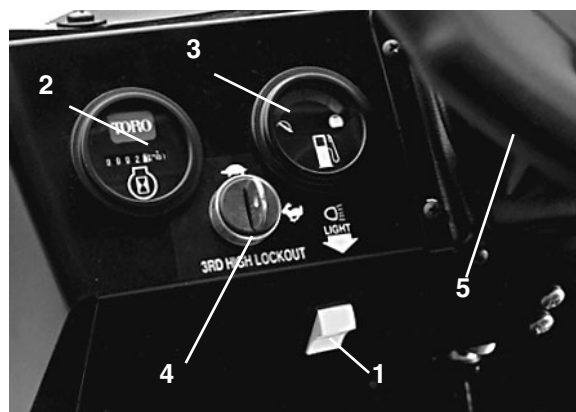

Figure 24
Compteur horaire (Fig. 24) – Indique le nombre total d'heures de fonctionnement de la machine. Il se déclenche chaque fois que la clé de contact est tournée à la position contact établi (ON).
Commutateur d'éclairage (Fig. 24) – Basculez le commutateur pour activer les phares. Appuyez dessus pour les allumer.
Commutateur de neutralisation de la 3ème en gamme haute (Fig. 24) – Déplacez le commutateur à la position lente et retirez la clé pour bloquer l'utilisation de la troisième dans la gamme haute. Le moteur est coupé si la troisième est sélectionnée lorsque la gamme haute est sélectionnée. La clé est insérée dents vers le bas. Poussez sur la clé pour la tourner. Vous pouvez retirer la clé dans n'importe quelle position.
Jauge de carburant (Fig. 24) – Indique la quantité de carburant dans le réservoir. Ne fonctionne que lorsque le commutateur d'allumage est en position contact établi (ON).
Volant (Fig. 24) – Pour faire tourner le véhicule. Si le moteur cale ou si la direction assistée ne fonctionne pas en raison d'une défaillance, la direction sera plus dure.